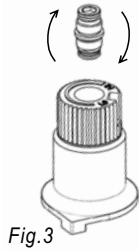

Fig.3
- 17) Flip the screw (Fig. 3).